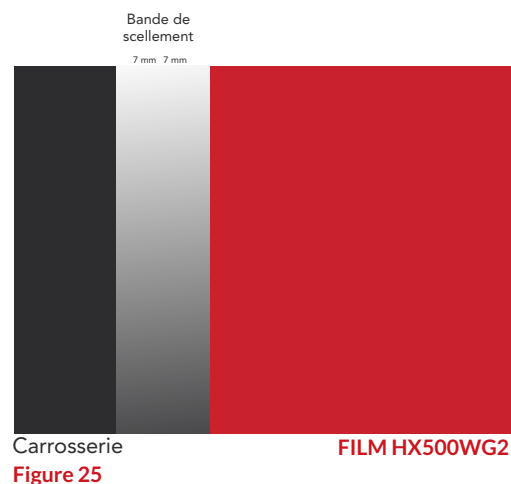

Figure 25
- › Coller la bandelette en la superposant sur environ 7 mm de carrosserie et 7 mm de film HX500WG2. (FIG. 25)